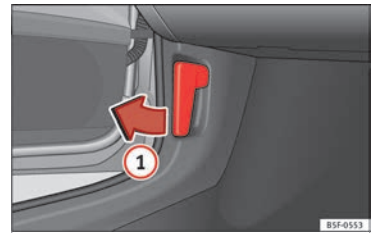

Bild 8 Lossa spaken vid förarens fotutrymme.
- Öppna motorhuv: Dra i spaken under instrumentbrädan » **bild 8 1**.